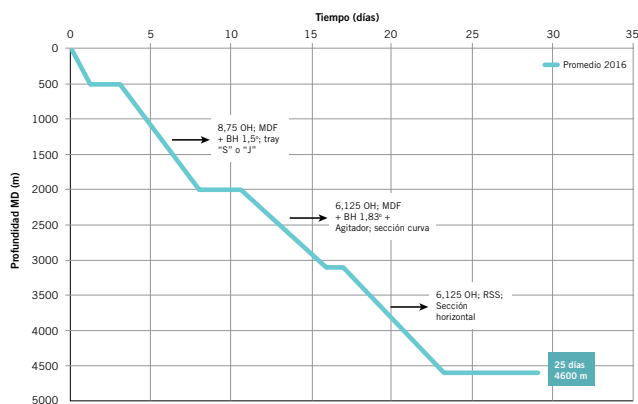

Figura 9. Curva de avance promedio. Pozos horizontales de 1500 m de extensión.
En función de lo mencionado, la fase aislación se planificaba en dos carreras. La construcción de la curva hasta alcanzar LP insumía entre 150 y 170 horas de perforación, y debía realizar un viaje a superficie por cambio de BHA (límite de vida útil de MDF estándar). La extensión con sistema rotario implicaba unas 150 horas para alcanzar el punto final (EP) del pozo (Figura 9).